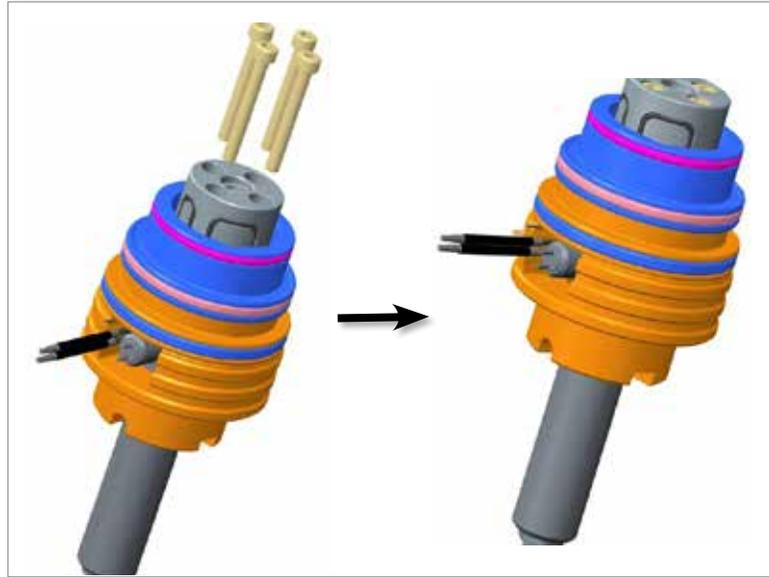

Figura 11-18 Atornille la unidad del cojinete de la válvula al cuerpo térmico
17. Conecte la unidad del cojinete de la válvula al cuerpo térmico con tornillos de cabeza hueca. Apriete a 7 Nm (5 ft-lb). Consulte la Figura 11-18.